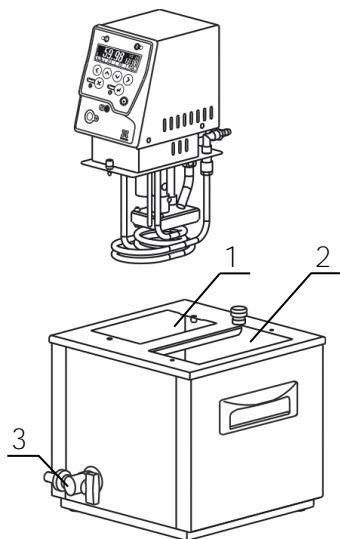

Рисунок 2 — Установка блока регулирования
2.2.3 Погрузить блок регулирования температуры в отверстие 1 (рисунок 2) и закрепить его винтовыми фиксаторами на крышке термостата.
2.4.2 Надеть сливной шланг из комплекта поставки на кран 3 (рисунок 2) и закрепить его хомутом. Свободный конец шланга опустить в емкость для сбора теплоносителя объемом, превышающим объем термостата.